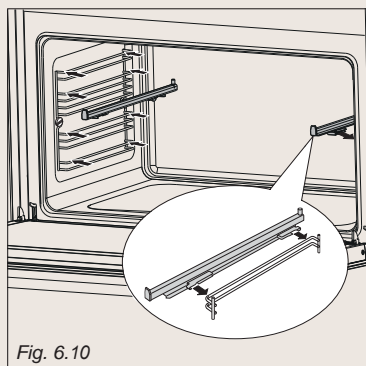

Fig. 6.10
- * Vissez la grille latérale sur la paroi du four (et les panneaux autonettoyantes) (fig. 6.10).